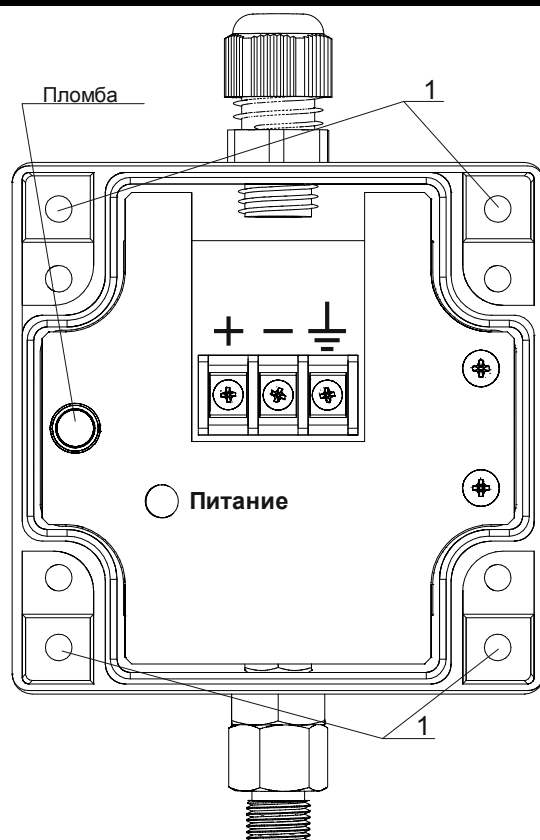

Рисунок 5.2
- 3) удалите две задние фальшь-панели и закрепите к задней стороне саморезами детали из монтажного комплекта через отверстия 1 (см. рисунок 5.2).